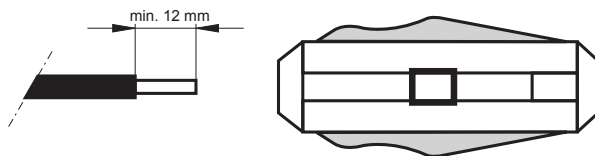

Bild 4 Abisolierer
- Das 2,2 mm LWL-Kabel (POF) ist auf mindestens 12 mm abzumanteln (s. Bild 4).